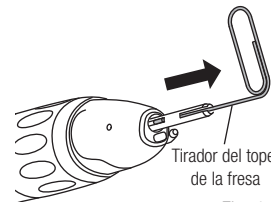

Fig. 4
- 2) Introduzca el tirador del tope de la fresa proporcionado en el dispositivo de sujeción. Tire del tope de la fresa enganchándolo en la ranura. (Fig. 4)